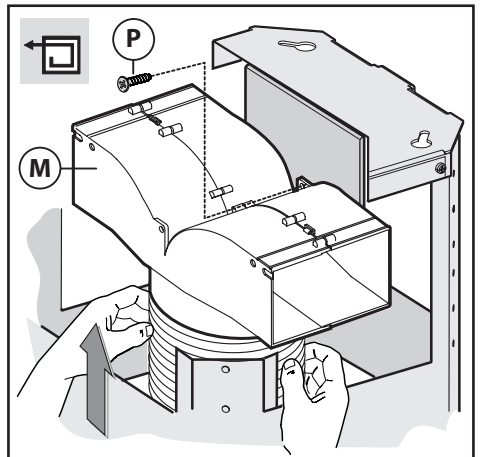
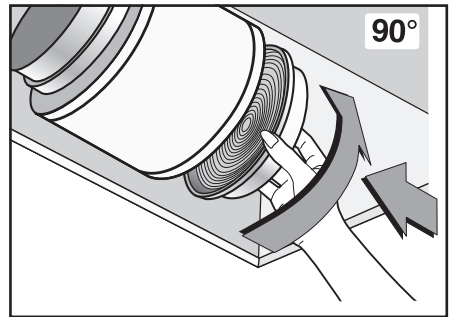

Fig.9
Fig.15
• **Filterende version:** Forbind det bøjelige rør med ventilationsanordningen **M** og fastgør skruerne **I** som vist i (Fig.9), de aktive kulfiltre skal anbringes i den udsugende del, som sidder inde i emhætten (Fig.15).